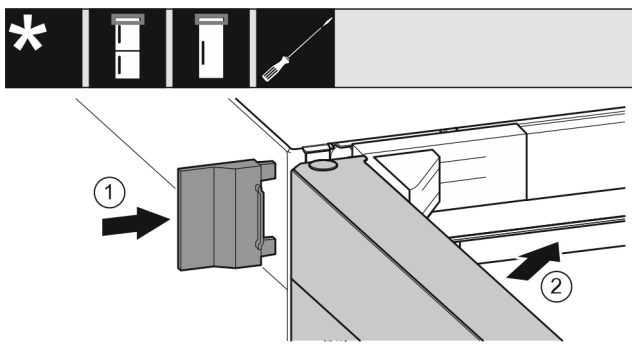

Fig. 22
- ▶ Natakните vanjski pokrov. Fig. 22 (1)
- ▶ Zatvorite gornja vrata. Fig. 22 (2)